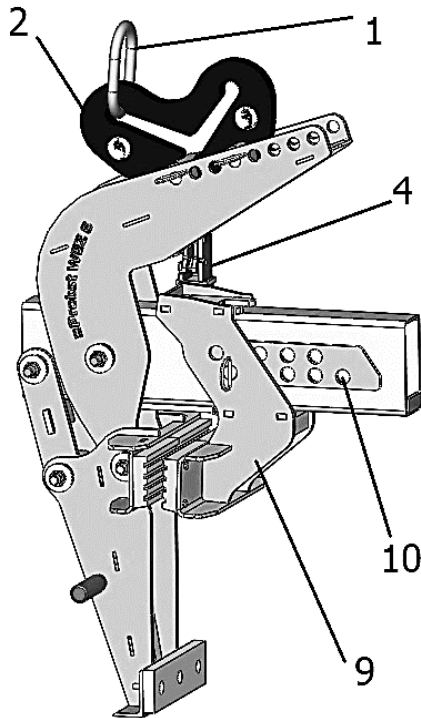
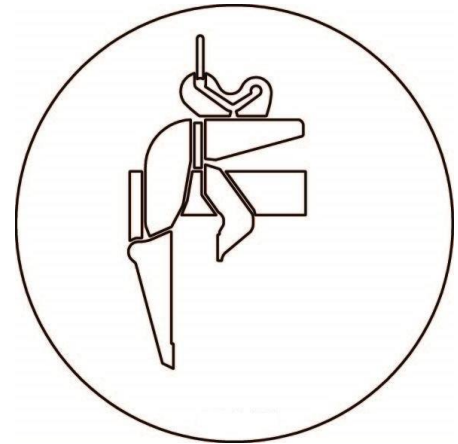

Bild 11
Bild 12 (Position Leerhub)
- Vor dem Anheben des bloßen Gerätes (WEZ ohne Greifgut) ist darauf zu achten, dass die *Wechselautomatik* (4) eingerastet ist und das Gerät somit geöffnet bleibt. **WICHTIG:** die Einhängeöse (1) **muss** sich in der *hinteren Position* (siehe Bild B1 „Leerhub“) der Aufhängelasche (2) befinden. → **Bild 11/ Bild 12**